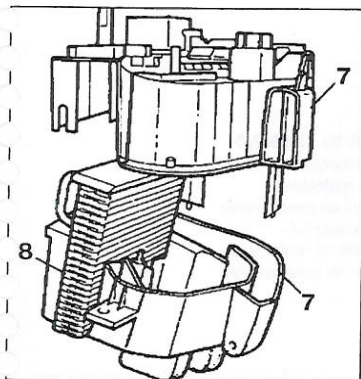

FIGURA 10-23
- Separar las semicarcasas (7) y separar el evaporador (8) (figura 10-23).